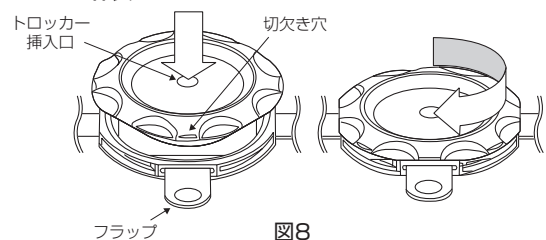

図8
15. 気腹操作を行う場合はコンバーターを装着する。コンバーターの装着は、コンバーターの切欠き穴をフラップの位置に合わせるようにコンバーターを体表リングの上に置き、右回しにカチッとする感覚があるところまで45°回転させ固定する。(図8) 取り外す場合は、左に回す。
- ①方向をチェックし、②右回しに回転させる